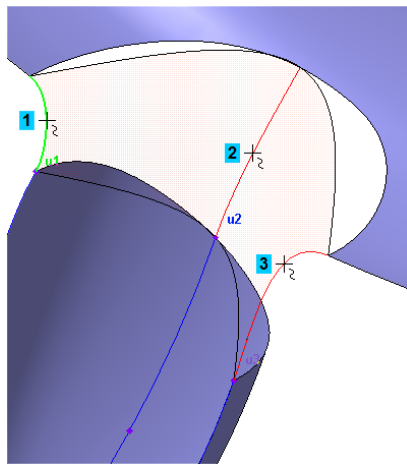

Рисунок 65
- Укажите кривые сети в первом направлении (направление U) (рис.65).